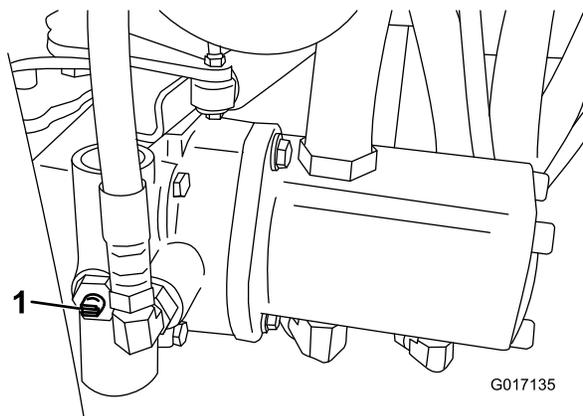

図 31
1. 油圧ポンプについているバイパスバルブ（図 31）の溝が「縦」になるようにバルブを回転させる。
2. エンジンを開始する時には、必ずバイパスバルブ（図 31）を閉じる（溝が横向きになる）。バルブを開けたままでエンジンを掛けないこと。